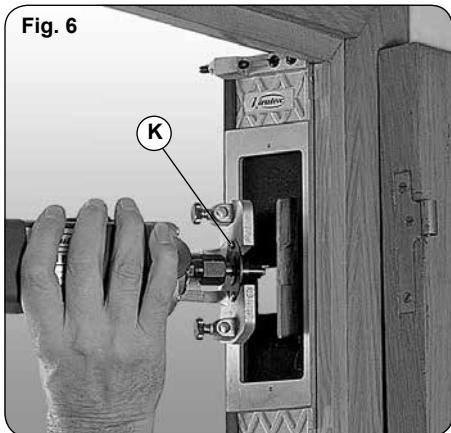

Fig. 6
9.2 APLICACIÓN A PLANTILLA DE PERNIOS (Fig. 6)